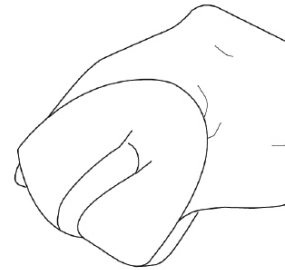

Figure 13 : Presser le filtre à air
6. Rincez à l'eau claire en immergeant l'élément du filtre à air dans de l'eau douce et en appliquant une action de compression lente (voir Figure 13).